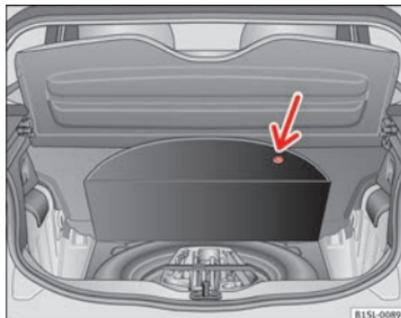

Fig. 138 En el maletero: Moqueta levantada.
Las herramientas de a bordo, la rueda de repuesto, la rueda de emergencia o el kit antipinchazos se encuentran en el maletero, debajo de la moqueta del piso ⇒ fig. 138.
- Levante la moqueta por la escotadura (flecha) ⇒ fig. 138.